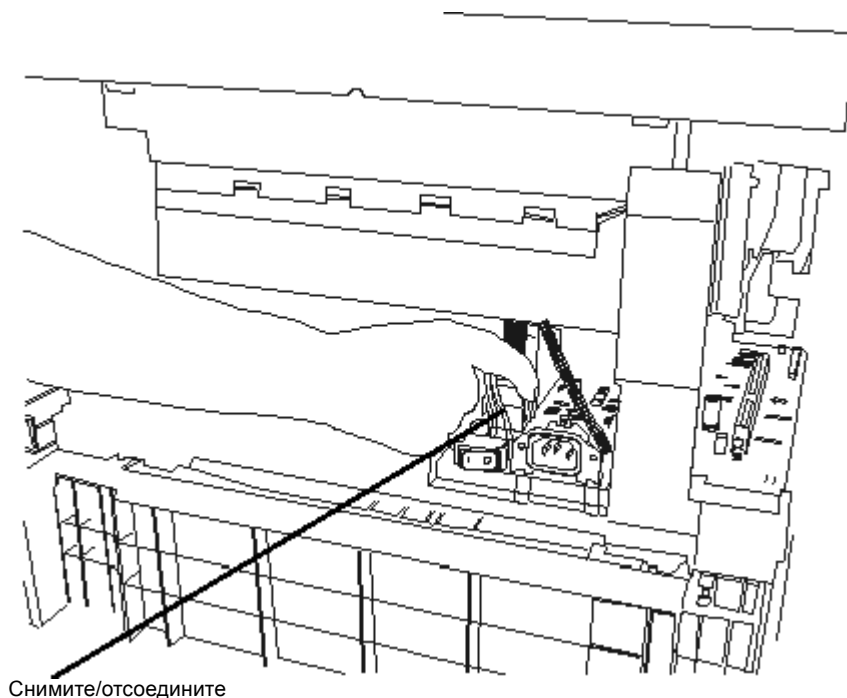

Рисунок 1 Снятие LVPS
- а. Отсоедините от LVPS разъемы (7-8) P/J202, 203, 204, 205, 206, 211 и 212 (Рисунок 1).
- б. Отверните винты (7) от LVPS отверткой с короткой ручкой.
5. Снимите LVPS (Рисунок 1).